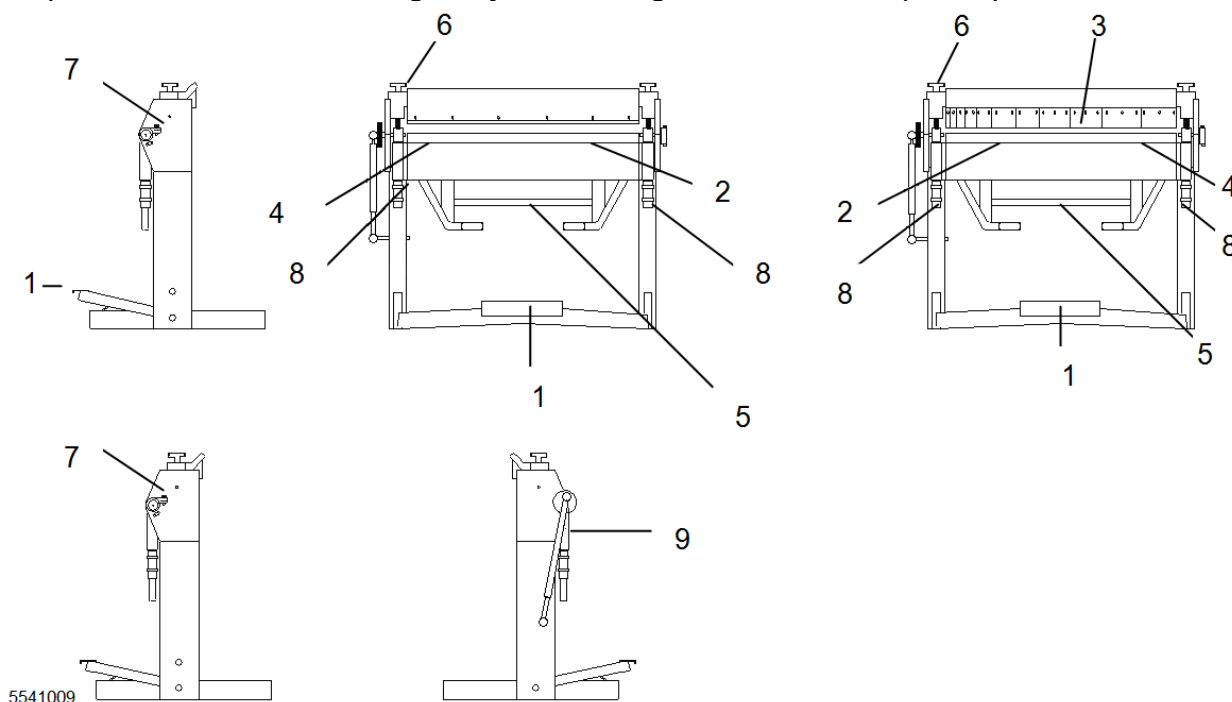

Fig.: 1.2 Betjening af HM kantbukkeren
Ved bukning udløses låsen til overvangen, ved at træde på pedalen (1) (se *fig.: 1.2*), nu kan emnepladen indføres. Overvangen trykkes ned igen ved at træde på fodpedalen.